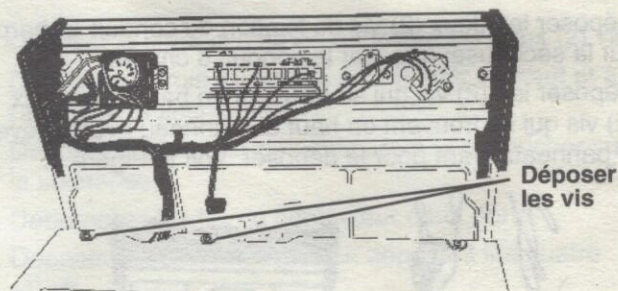

Figure 2
3. Déposer les trois (3) vis qui se trouvent à l'arrière du dessus de la sècheuse. Voir la Figure 2.